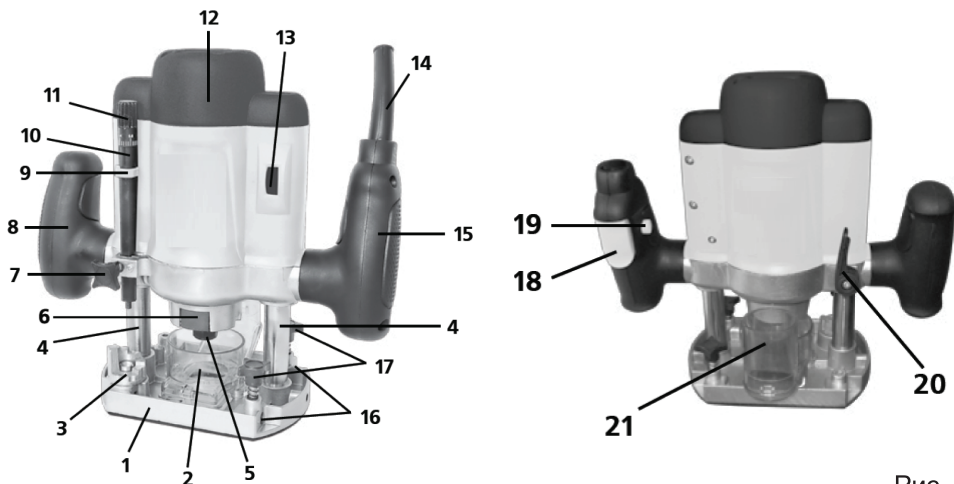

Рис. 1
1. Нажмите фиксатор шпинделя 6 (Рис. 1).
2. При помощи ключа открутите гайку-фиксатор цангового патрона 5 (Рис. 1).
4. Затяните гайку-фиксатор цангового патрона 5 (Рис. 1), удерживая при этом кнопку блокировки шпинделя 6 (Рис. 1).
1. Ослабить фиксатор глубины погружения 20 (Рис. 1).
2. Установить глубиномер 10 (Рис. 1) в положение необходимой глубины погружения. При необходимости воспользуйтесь регулятором точной настройки 11 (Рис. 1).
3. Затянуть фиксатор глубиномера 7 (Рис. 1).
5. Затянуть фиксатор глубины погружения 20 (Рис. 1).
процессе работы требуемая глубина фрезерования достигается при помощи ее постепенного увеличения. Фрезер оснащен 7-ступенчатым револьверным упором 3 (Рис. 1), который позволяет постепенно увеличивать глубину погружения фрезы, не настраивая ее при этом описанным выше способом: сначала фрезеруют на минимальной глубине (первое положение на верхней части револьверного упора 3 (Рис. 1), а затем постепенно доходят до последнего (седьмого) положения. При каждом повороте револьверного упора глубина погружения фрезы увеличивается на 3 мм.
Регулировку частоты вращения проводят при помощи регулятора частоты вращения 13 (Рис. 1), расположенного на корпусе фрезера 12 (Рис. 1)
Чтобы упростить работу по прямым линиям на фрезере предусмотрена установка параллельного упора. Для регулировки его положения необходимо ослабить два фиксатора 17 (Рис. 1), расположенные на опорной подошве фрезерной машины 1 (Рис. 1), затем вставить параллельный упор в предназначенные отверстия 16 (Рис. 1), на опорной подошве 1 (Рис. 1), затем передвинуть упор в нужное положение и затянуть фиксаторы 17 (Рис. 1).
Фрезер оснащен специальным патрубком для подключения пылесоса 21 (Рис. 1). Используйте только специальные строительные пылесосы.